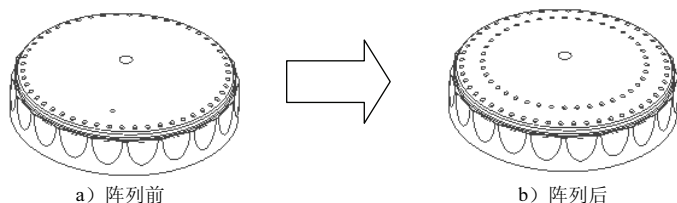

图 7.15 环形阵列 3
(3) 定义拉伸属性。再次单击 **创建** 区域中的  按钮, 然后将布尔运算设置为“求差”类型  , 在 **范围** 区域中的下拉列表中选择 **贯通** 选项, 将拉伸方向设置为“方向 1”类型  。
(4) 单击“拉伸”对话框中的 **确定** 按钮，完成拉伸特征 2 的创建。
Step 13 创建图 7.15 所示的环形阵列 3。